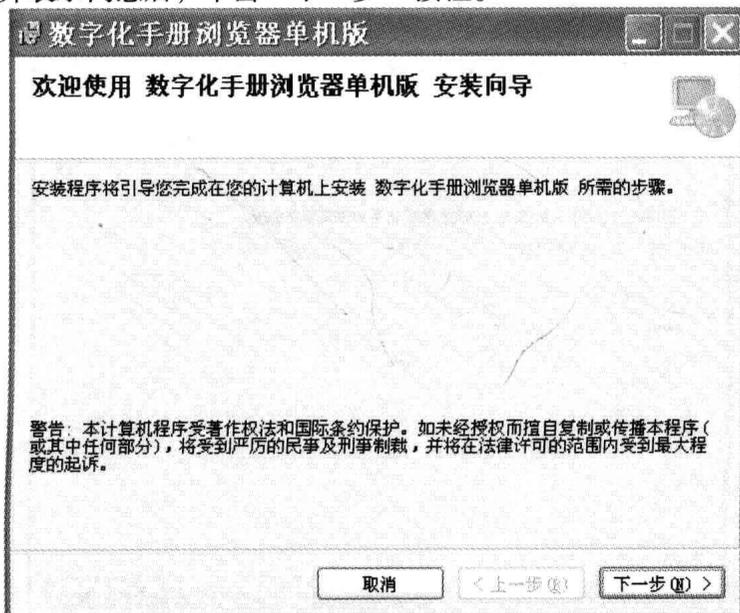

图 1-4 “数字化手册浏览器单机版”安装向导
4) 安装完成后进入图 1-4 所示的“数字化手册浏览器单机版”安装向导。在用户阅读警告内容并表示同意后, 单击“下一步”按钮。